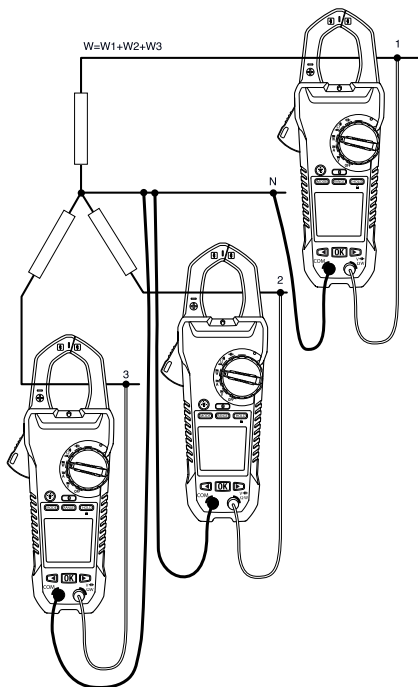

Figura 5.4 Medición de carga trifásica en cuatro cables
La alimentación en una configuración trifásica de cuatro cables se mide en tres pasos, según lo indicado en la figura 5.4. La alimentación total es la suma de tres mediciones: $W = W_1 + W_2 + W_3$.
3. Realice tres mediciones de la alimentación activa, según se indica en la figura 5.4.